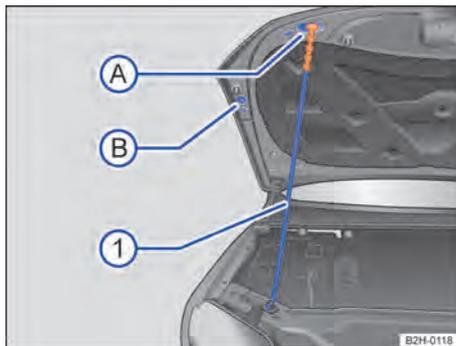

Fig. 173 Fixar a tampa do compartimento do motor com a haste de sustentação (representação esquemática).
5. Desencaixar a haste de sustentação no punho de cor contrastante, no lado direito do painel dianteiro → Fig. 173 ①.
6. Introduzir a haste de sustentação no punho colorido, no suporte → Fig. 173 (A) ou (B).
2. Desencaixar a haste de sustentação no punho colorido, da abertura e encaixar no suporte, no lado direito do painel dianteiro → Fig. 173 ①.